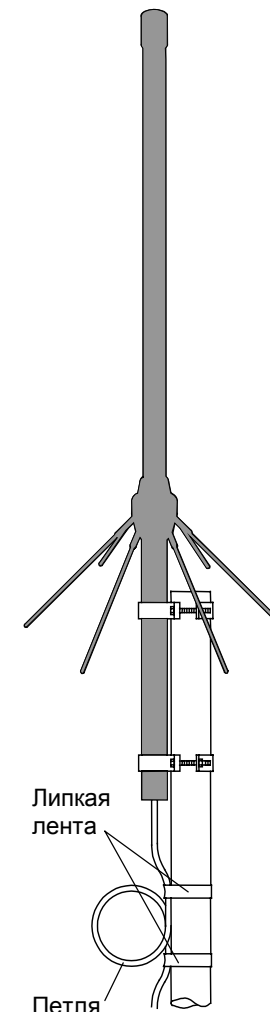

Рис. 7
- Возле выхода из трубы сделайте петлю диаметром 15 - 20см из кабеля снижения и надежно прикрепите ее липкой лентой к мачте (см. рис. 7). Это защитит кабель от разрыва у основания разъема под действием собственного веса; предотвратит проникновение атмосферной влаги в кабель; упростит процедуру съема антенны (исчезнет необходимость ослаблять крепление трубы и кабеля снижения).